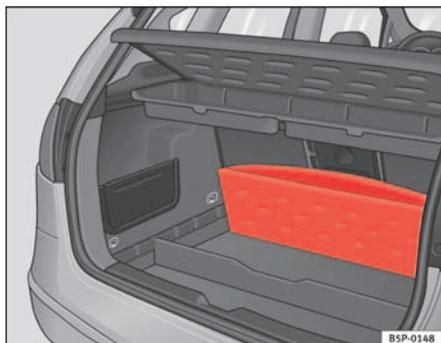

Fig. 103 Tapa maletero plegable
- Levante el piso del maletero y pliérgelo hacia atrás, hasta su totalidad ⇒ fig. 103.